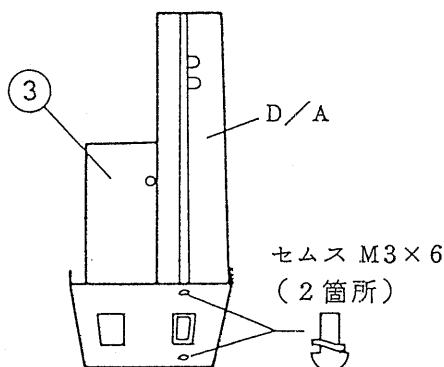

図 5
- (2) D/A ブラケット③に D/A コンバータを取付けます。(図5)